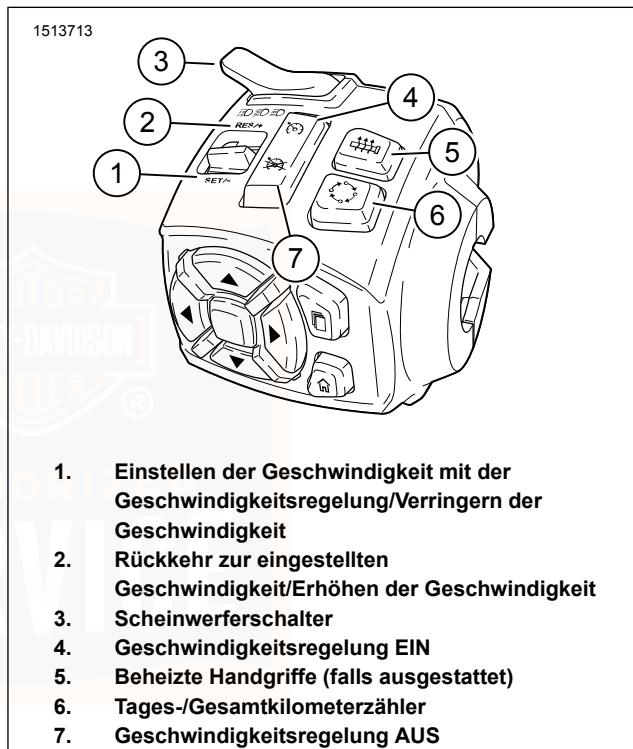

Abbildung 33. LHCM – oben
- **Lichthupe:** Siehe Abbildung 33. Wenn der Scheinwerferschalter (3) auf Abblendlichtposition steht, den Schalter herunterdrücken und loslassen, um die Lichthupe zu betätigen, bevor ein Fahrzeug überholt wird. Die Fernlichtanzeige am IM leuchtet, solange die Lichthupentaste betätigt wird. Im Nebenverbrauchermodus den Lichthupenschalter betätigen, um den Scheinwerfer einzuschalten.
- **Abblendlicht:** Siehe Abbildung 33. Den Scheinwerferschalter (3) von der Fernlichtposition aus nach unten drücken, um das Abblendlicht einzuschalten.
- **Fernlicht:** Siehe Abbildung 33. Den Scheinwerferschalter (3) nach oben drücken, um das Fernlicht einzuschalten. Das Aufleuchten der blauen Kontrollleuchte für Scheinwerfer-Fernlicht zeigt an, dass das Fernlicht betätigt ist.
Siehe Abbildung 33. Zum Einschalten die ON-Taste (4) an der Geschwindigkeitsregelung drücken. Das Symbol der Geschwindigkeitsregelung im IM wird gelb.
Siehe Abbildung 33. Zum Ausschalten die OFF-Taste (7) an der Geschwindigkeitsregelung drücken. Das Symbol der Geschwindigkeitsregelung im IM wird ausgeschaltet.
Siehe Abbildung 33. Wenn das Motorrad die gewünschte Geschwindigkeit erreicht hat, den Schalter **SET/-** (1) drücken, um die Reisegeschwindigkeit einzustellen. Das gelbe Symbol der Geschwindigkeitsregelung im IM wird grün.
Siehe Abbildung 33. Wenn die Geschwindigkeitsregelung deaktiviert wurde, die Geschwindigkeitsregelungs-Kontrollleuchte jedoch gelb leuchtet, wird durch Drücken des Schalters **RES/+** (2) die Geschwindigkeitsregelung wiederaufgenommen. Das Symbol
Siehe Abbildung 33. Die Taste (5) drücken, um die beheizten Handgriffe einzuschalten. Durch Antippen der Taste für die beheizten Handgriffe wird die Temperatureinstellung geändert. Siehe BEHEIZTE HANDGRIFFE (Seite 111) .
Siehe Abbildung 33. Durch die Tageskilometerzählertaste (6) wird der Tageskilometerzähler aktiviert. Die Tageskilometerzählertaste wird auch zum Scrollen durch die optionalen Bildschirme der Kilometerzähleranzeige verwendet. Bei ausgeschalteter Zündung kann über die Tageskilometerzählertaste die Zeit- oder Kilometerzähleranzeige eingeschaltet werden.